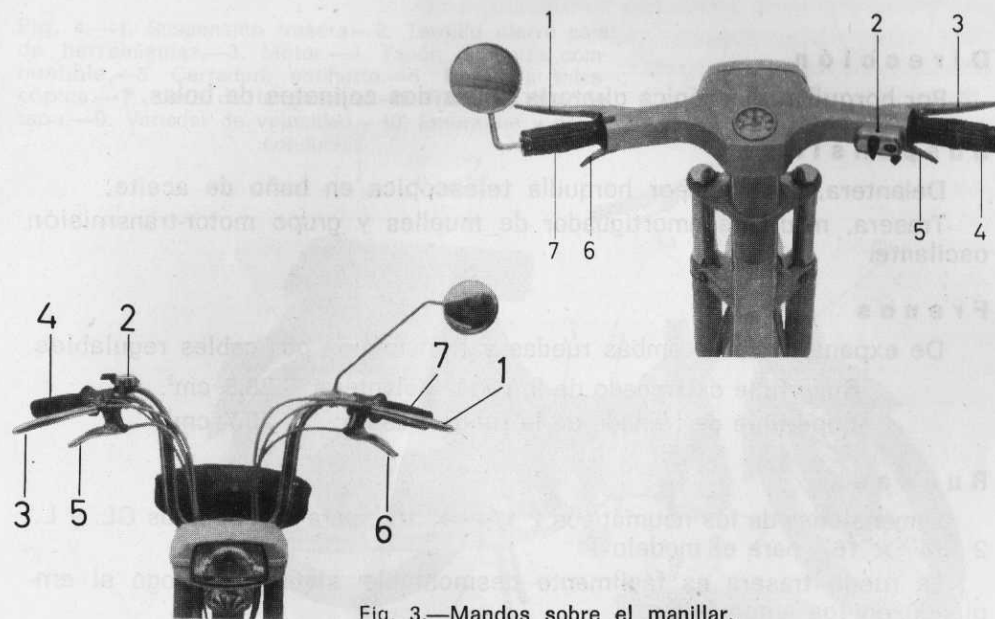

Fig. 3.—Mandos sobre el manillar.
- Carburador, provisto de starter, cuyo mando está situado en la parte inferior izquierda del manillar (fig. 3, núm. 6).